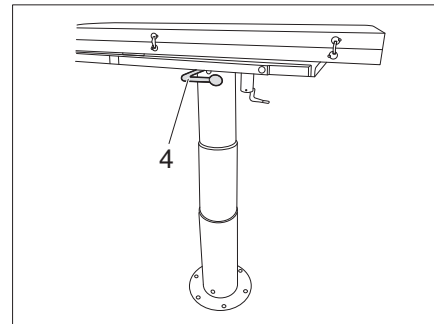

Bild 116 Fällbord, nedsänkbart
- Lossa spaken (Bild 116,4) för bordssänkningen och tryck ner bordet.